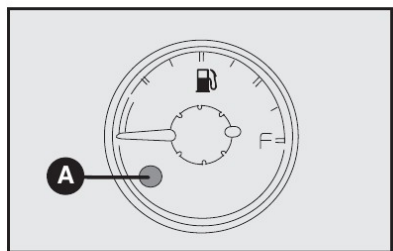

fig. 31
**INDICADOR DO NÍVEL DE COMBUSTÍVEL - fig. 31**